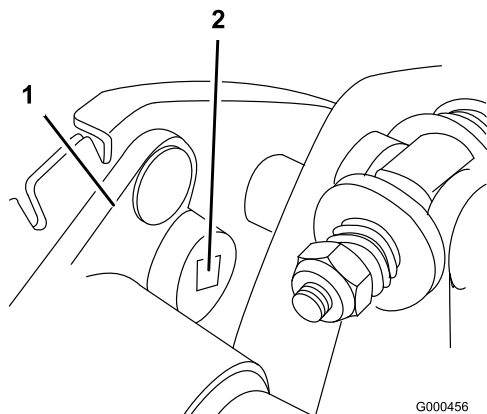

図 36
- B. 3/8インチのトルクレンチでベアリング・ハウジングを0.4～0.46 kg.mのトルクで回転させてベルトを張る（図 36）。